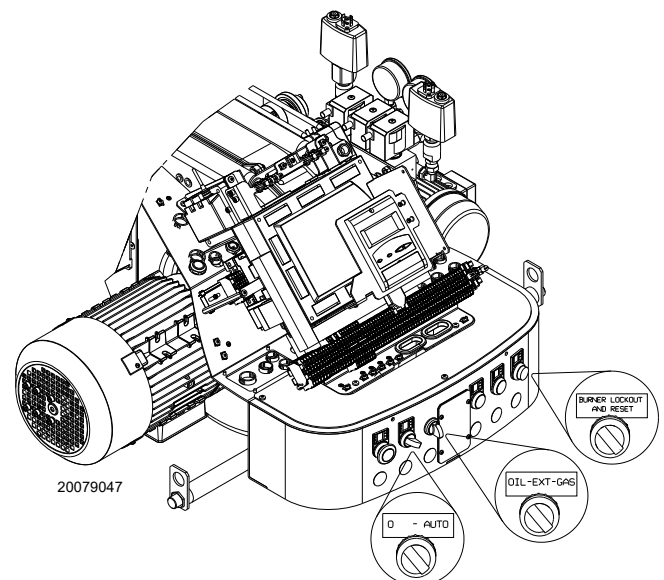

Abb. 29
Stellen Sie den Wählschalter „OIL-EXT-GAS“ auf Abb. 29 auf S. 35 in die Position „OIL“, um den Brennstoff Heizöl zu wählen.
Schließen Sie die Thermostate/Druckwächter und bringen Sie den Schalter von Abb. 29 auf S. 35 in die Position „AUTO“.
- Den Schalter auf Abb. 29 auf „0“ stellen und warten, bis das Steuergerät die Abschaltphase ausführt;
Schließen Sie die Fernsteuerungen und stellen Sie den Wahlschalter 1)(Abb. 29) auf "ON".
- 1 mit dem Wahlschalter (Abb. 29 auf S. 35);
Ist der Wählschalter (Abb. 29 auf S. 35) auf „EXT“ positioniert, ist die Funktion Fernwahl des Brennstoffes aktiviert.